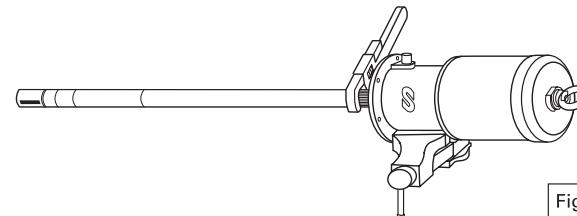

Fig. 5
1. Attach the pump to a vice in horizontal position, unthread the suction tube (53) from the pump body (37) (Fig. 5) and pull out the tube until the pin (51) is visible.
1. Fijar la bomba en posición horizontal en una mordaza, desenroscar el tubo de aspiración (53) del cuerpo de la bomba (37) (Fig. 5) y tirar el tubo hacia fuera hasta quedar visible el pasador (51).
1. Placer la pompe à l'horizontale à l'aide d'un établi, desserrer le tube d'aspiration (53) du corps de la pompe (37) (Fig. 5) et tirer ce dernier jusqu'à atteindre le goujon (51).